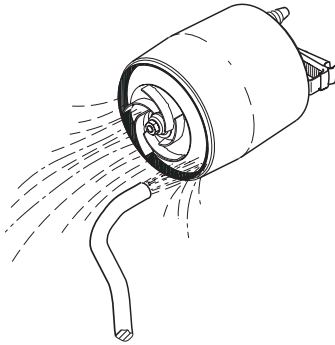

Fig. 13
3. Curățați și spălați pompa cu un jet de apă pentru îndepărtarea eventualelor impurități dintre motor și carcasa exterioră. Curățați rotorul (vezi fig. 13).